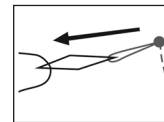

Abb. 9
- d) Ziehen Sie die Einfädelhilfe anschließend vorsichtig unter dem Stich hervor. (siehe Abb. 9)